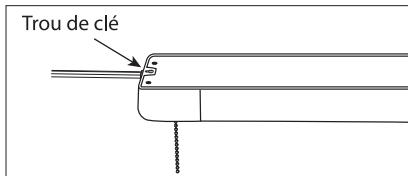

Figure 6
2. Installez le luminaire sur la surface de montage en insérant les trous de clé sur le côté supérieur du luminaire dans les vis de montage (voir figure 6). Il peut être nécessaire d'ajuster le serrage des vis (Gap D). Assurez-vous que les deux vis maintiennent fermement la lampe sur le côté étroit des trous de clé.